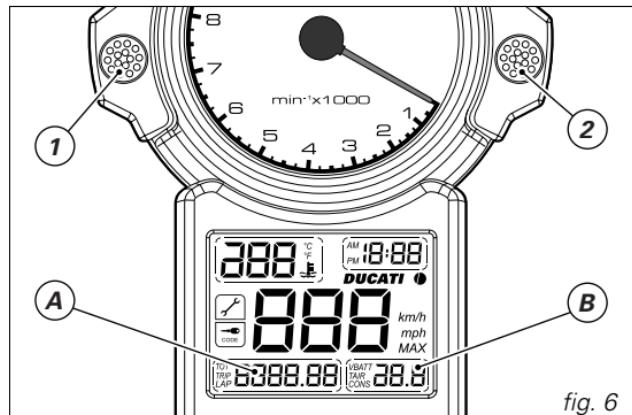

fig. 6
Appuyez sur le bouton (1) (fig. 6) clé sur **ON** pour alterner la visualisation du totalisateur journalier, du compteur kilométrique et du temps sur le tour du circuit.
Appuyez sur le bouton (2,fig. 6) clé sur **ON** pour alterner la visualisation de la tension de la batterie, de la température de l'air et de la consommation.